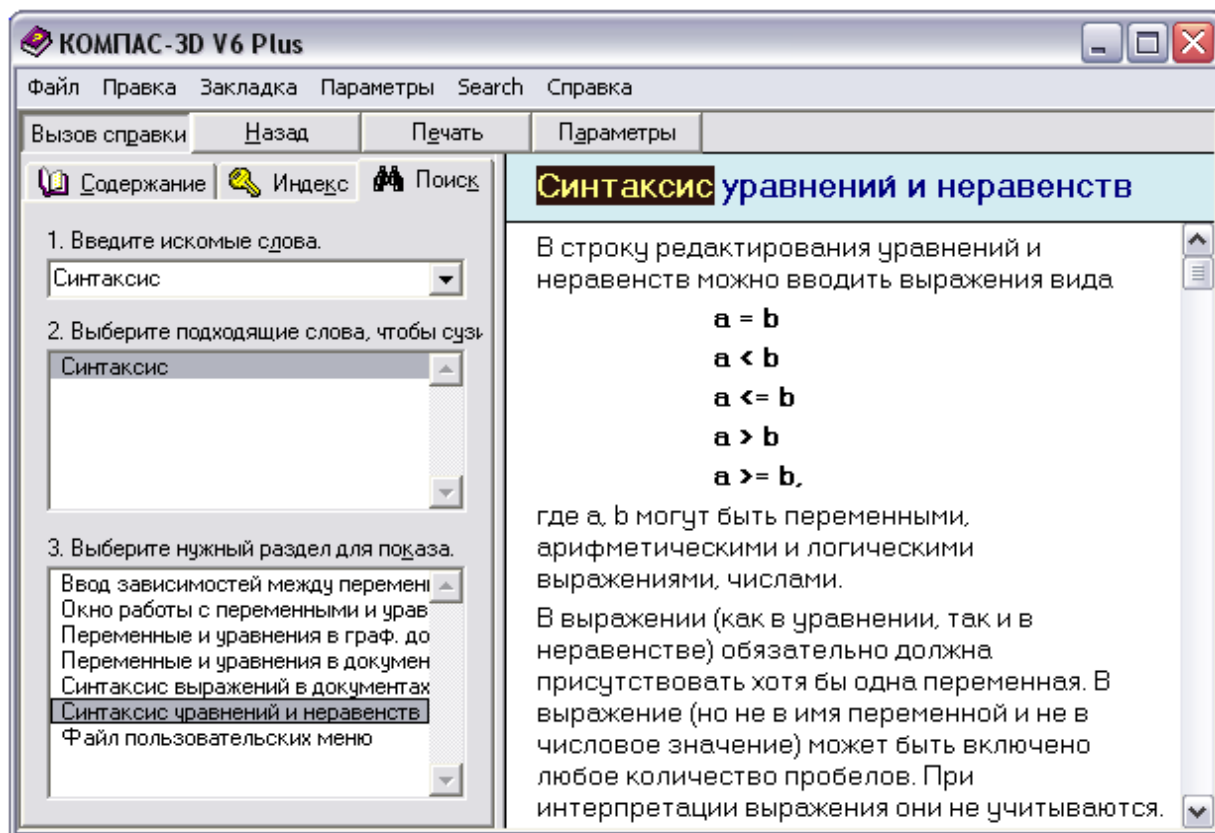

Рисунок 4.26 Поиск раздела справочной системы
8. Введите в текстовое поле 1 искомое слово *Синтаксис* (рисунок 4.26). В поле 3 в нижней части окна будет показан список всех разделов справочной системы, в которых встречается данное слово.
9. Выберите из списка *Синтаксис уравнений и неравенств*. На экране появится панель соответствующего раздела справочной системы (рисунок 4.26).